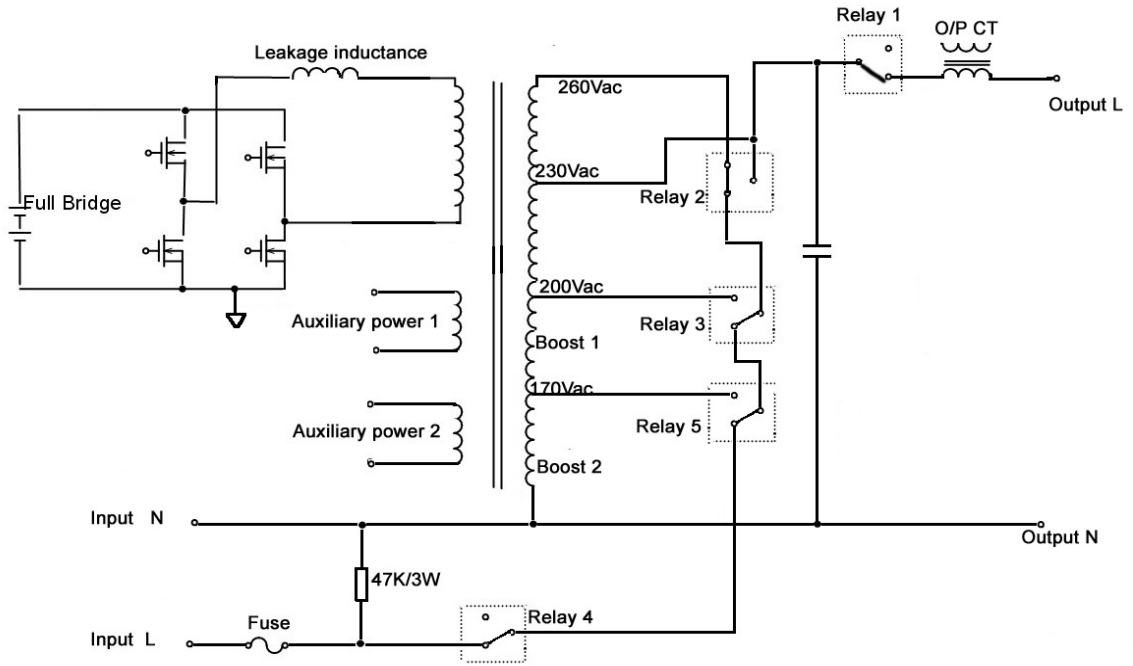

Рис.2.4 ИБП в режиме стабилизации (понижения) входного напряжения
- если амплитуда входного напряжения превышает допустимое значение, AVR подключает к трансформатору понижающую обмотку Buck (реле 2), обеспечивая нормальное напряжение на нагрузке и корректное напряжение заряда АБ. Контроль мощности нагрузки и выработка служебных напряжений осуществляется аналогично нормальному режиму (см. рис.2.4)